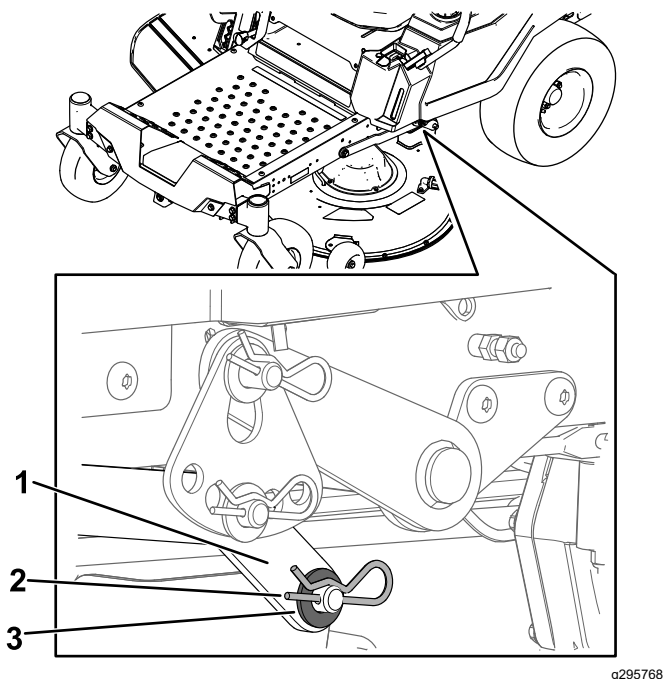

Figura 72
6. En un lado de la máquina, retire la arandela y la chaveta del pasador de la carcasa (Figura 72).
de elevación en el pasador de la carcasa (Figura 72).
6. Instale el brazo de elevación usando la arandela y la chaveta (Figura 72).